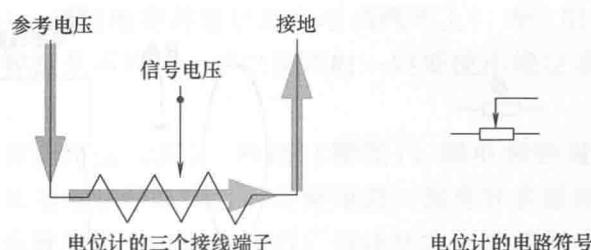

图 1-14 电位计原理图和电路符号
(2) 电位计 电位计也是一个典型的变阻器，它可以反映位置的改变。电位计有3个接线端子，分别是参考端子、信号端子和接地端子，如图1-14所示。电流从参考端子流到接地端子，从而产生一个电压降。信号端子可以在变阻器上滑动，从而产生电压的变化。